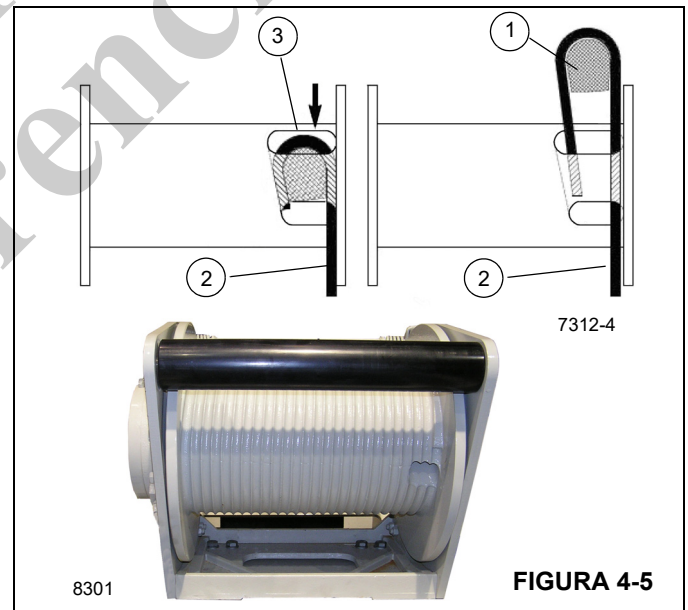

FIGURA 4-5
2. Instale el extremo del cable en el malacate utilizando el receptáculo de cuña provisto (1) (Figura 4-5).